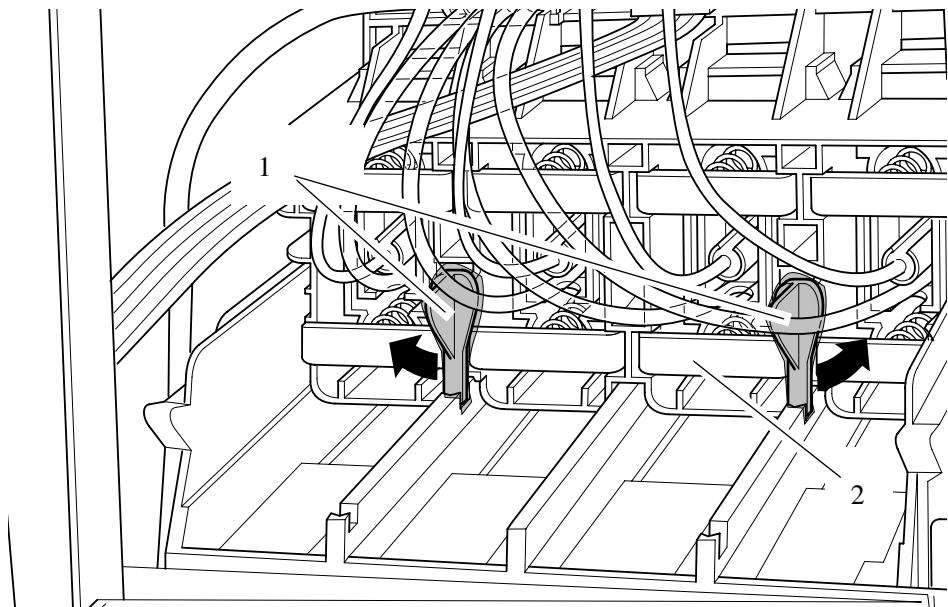

図 10 : ラッチ
- 3 インク カートリッジチューブ コネクタの背面に付いている2個のラッチを外側にひねります (図10参照)。これで、アッセンブリ全体が外れます。